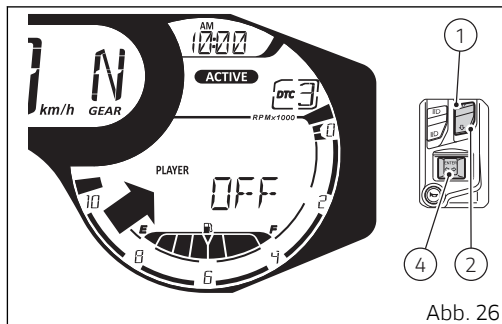

Abb. 26
Ist der Player nicht aktiv (Abb. 26), zeigt das Cockpit die Angaben „PLAYER“ und „OFF“ an. Zum Aktivieren 2 Sekunden lang die Taste (1) drücken. Eine Beschreibung bezüglich der Anwendung des Players wird im Absatz „Infotainment“ gegeben.